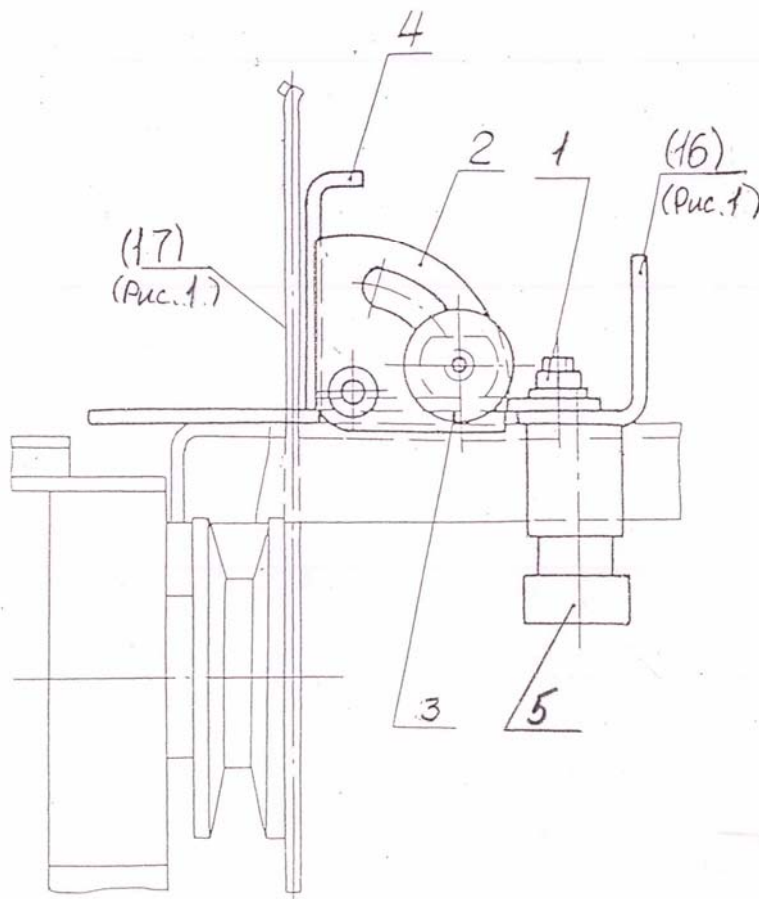

Рис. 8.1
Порядок установки приспособления для продольного пиления под углом (рис.8.1);
- прикрепить приспособление 2 рис.8.1 к горизонтальной полке линейки 16 рис.1 четырьмя винтами 1 рис. 8.1 с потайной головкой;
- зафиксировать линейку 16 рис.1 в сборе с приспособлением 2 рис. 8.1 на пильном столе 15 рис.1 зажимами с двух сторон 5 рис.8.1;
- отвернув две гайки с рифлеными головками 3 рис 8.1 приспособления 2 рис. 8.1 установить угольник 4 приспособления 2 рис. 8.1 на требуемый угол (0-45 град.) Распиливаемая заготовка укладывается между полками угольника 4 приспособления 2 рис. 8.1 и подается на пилу 17 рис.1.